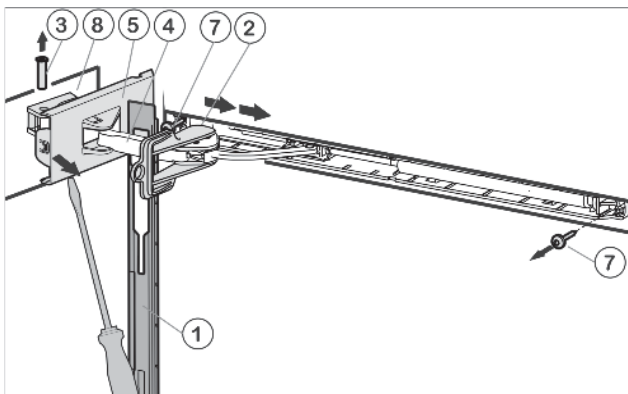

Fig. 5
- ▶ Pousser le panneau au-dessus de l'étrier de l'amortisseur Fig. 5 (4) vers l'avant, en direction de l'appareil.
- ▶ Encliqueter le dispositif d'arrêt Fig. 5 (2) dans le trou longitudinal.
- ▶ Détacher le cache Fig. 5 (5) côté charnière avec un tournevis jusqu'au premier encliquetage.
- ▶ Chasser le pivot Fig. 5 (3) par le bas.
- ▶ Pousser l'étrier de l'amortisseur Fig. 5 (4) direction porte.
- ▶ Défaire complètement le cache Fig. 5 (5) côté charnière et l'ôter.
- ▶ Ôter le panneau Fig. 5 (1).
- ▶ Dévisser l'unité d'amortissement de fermeture (2 Torx® 15) Fig. 5 (7).
- ▶ Dévisser l'élément pivotant Fig. 5 (8) et le placer tourné de 180° du côté opposé. Pointer les trous de vissage ou avoir recours à une visseuse sans fil.